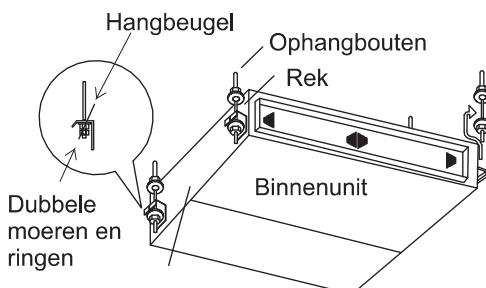

Afb. 3.5 Suspension bolts and nuts
(1) Op welke wijze de ophangbouten en de moeren te bevestigen Zoals weergegeven in de afbeelding 3.5, de moeren zijn vier bouten bevestigd.